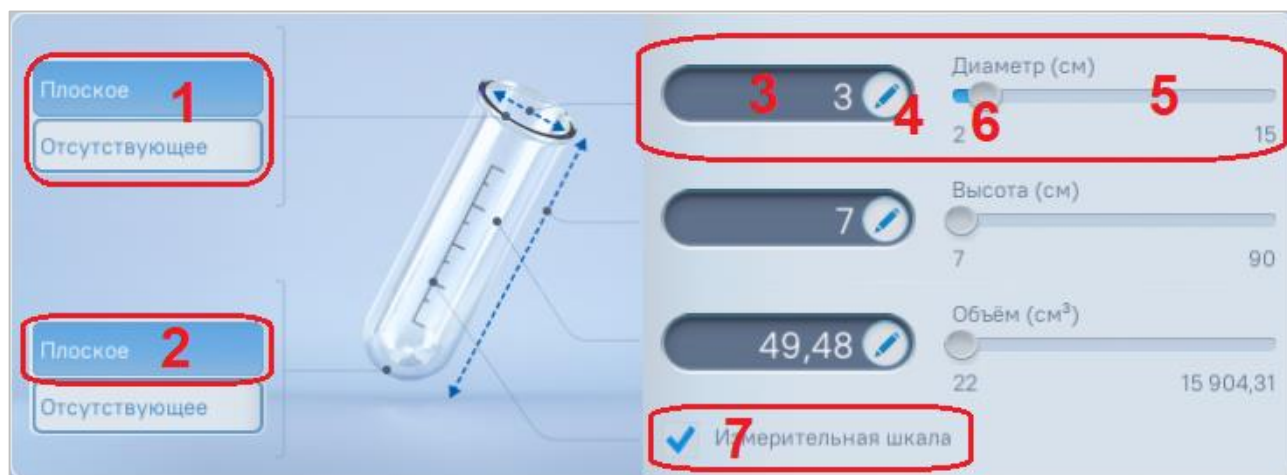

Рисунок 23 – Конструктор объекта
Конструктор объекта (рисунок 23) предназначен для настройки параметров объекта перед его размещением на рабочем столе.
- 2) При необходимости настройте параметры создаваемого объекта – задайте их значения в конструкторе (рисунок 23).